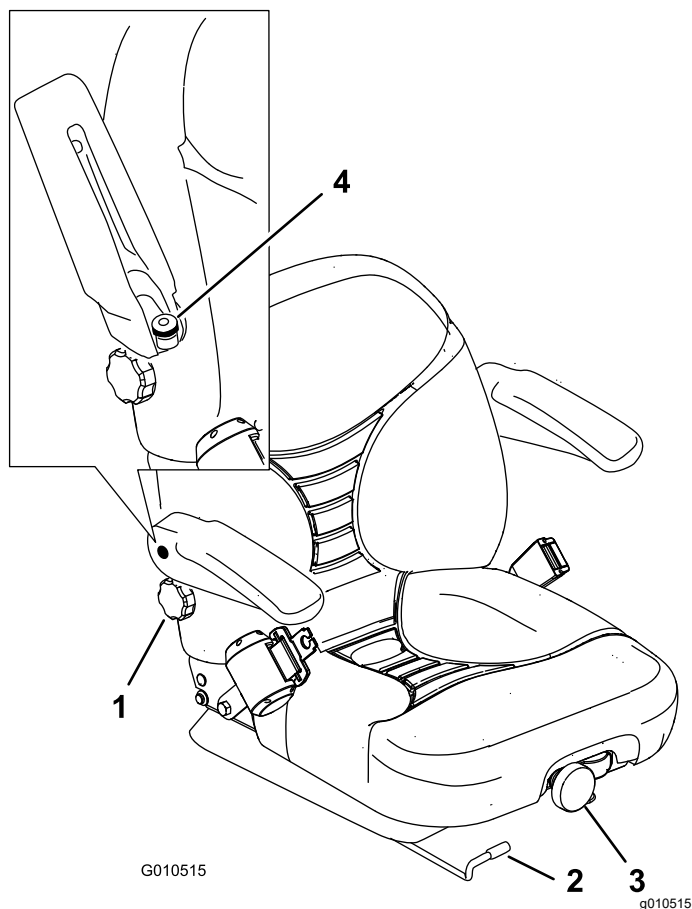

Рисунок 30
1. Переместите рычаг в сторону, чтобы разблокировать сиденье (Рисунок 30).
Для его регулировки поверните переднюю ручку в любом направлении для достижения максимального комфорта (Рисунок 30).
Для регулировки поворачивайте ручку под правым подлокотником в любом направлении для достижения максимального комфорта (Рисунок 30).
Поднимите подлокотник и поверните ручку в любом направлении для достижения максимального комфорта (Рисунок 30).